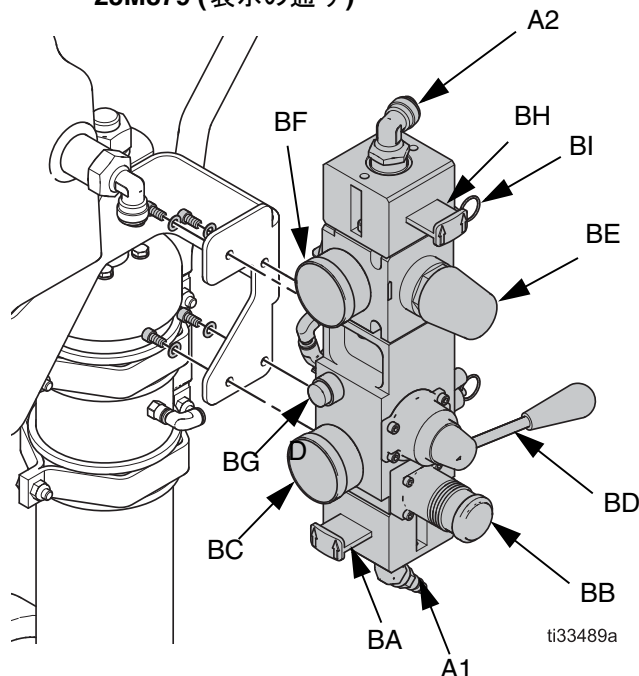

図 1
1. 4 つのネジとワッシャーを使用し、統合エア制御を取り付けブラケットに取り付けます。図 1 を参照してください。